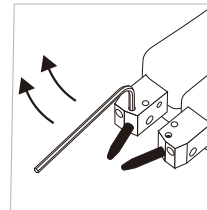

图2 顺时针拧紧
2. 插入新焊针, 按顺时针方向将固定螺丝拧紧 (如图2)。注意拧紧前确认焊针的间距合适和对齐。